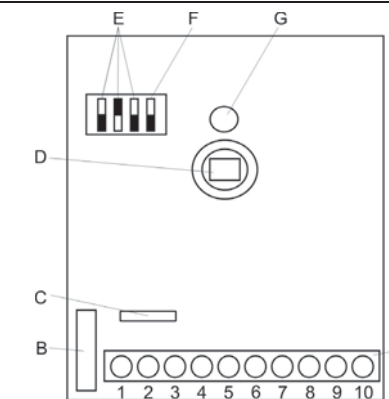

Fig. 3:
6. Forbind trådene med tilslutningsterminalerne (fig. 3).